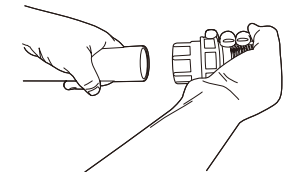

Figura 4.
4. Colocar la válvula de pie en el extremo de la tubería de succión que quedara al menos a 10 cm del fondo de la cisterna (ver Figura 4).